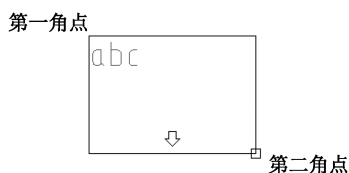
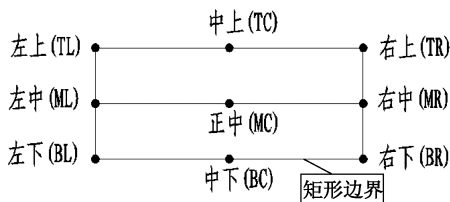

图 4-12 多行文字的矩形边界框
图 4-13 多行文字对齐方式
(2) 多行文字的对齐方式。多行文字创建在所指定的矩形边界（通过指定第一角点、第二角点确定，如图 4-12 所示）内，有 9 种对齐方式，如图 4-13 所示。